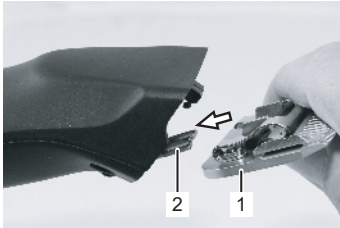
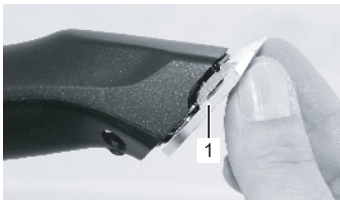

Abb. 17
Abb. 19
6. Gewünschten Scherkopf auf das Messerscharnier stecken und bei eingeschaltetem Gerät mit leichtem Druck an die Haarschneide-Maschine klappen (Abb. 17, bis Abb. 19).